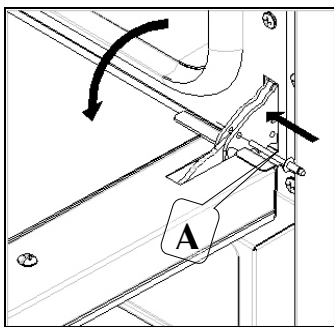

Fig. 3
- Inserir no buracos "A" nas duas dobradiças as fichas especiais previstas (Fig. 3);